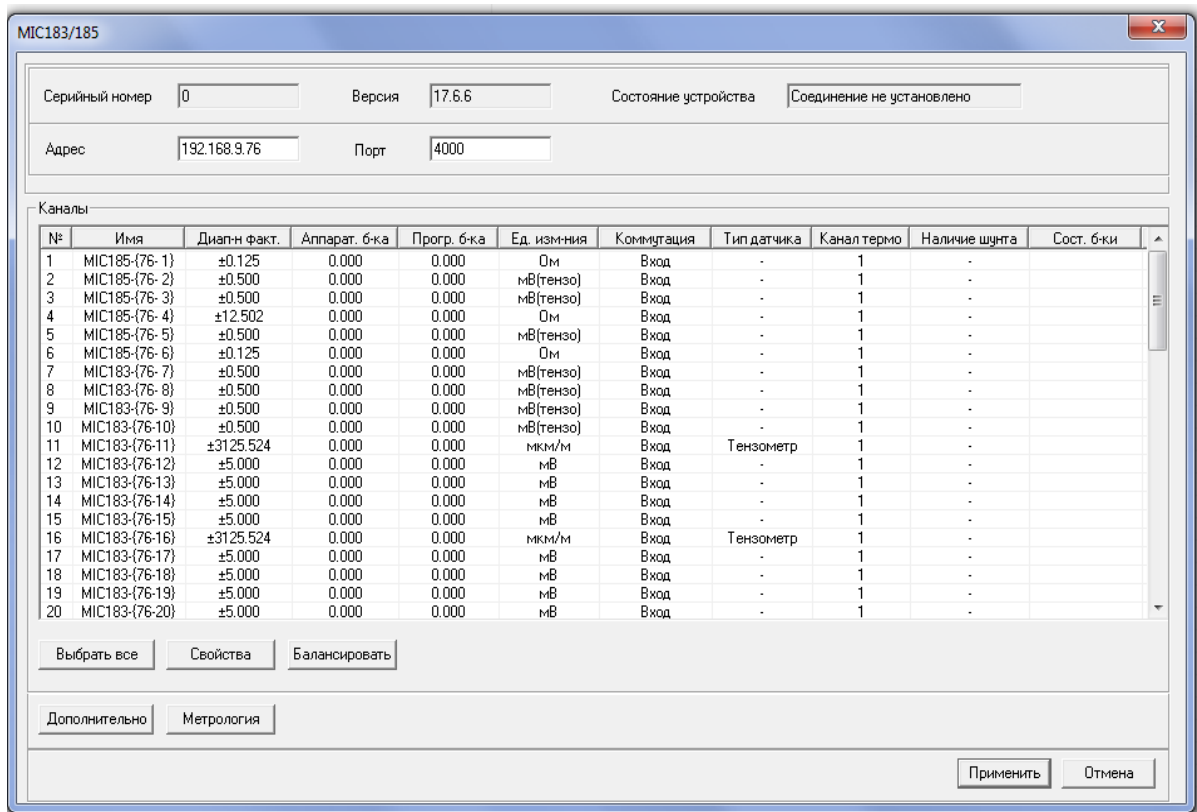
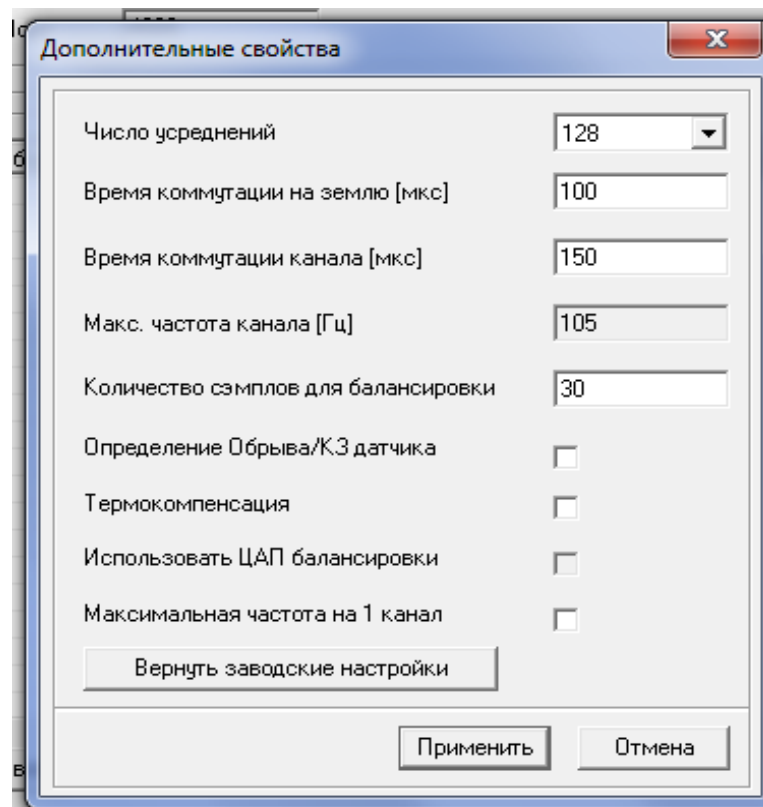

Рисунок 24 - Окно со списком включенных в систему каналов и параметрами их текущих настроек
Рисунок 26 - Окно «Дополнительные свойства» настройки каналов
При нажатии кнопки  «Настройка аппаратной части» в окнах, указанных на рисунках 22 и 23, открывается окно со списком включенных в систему каналов и параметрами их текущих настроек (См. рисунок 24). После выбора одного, группы или всех измерительных каналов системы можно нажатием кнопки «Свойства» открыть окно «Свойства каналов А ... Б» и произвести их настройки.
В окне «Дополнительные свойства» (См. рисунок 26), которое открывается нажатием кнопки «Дополнительно» в окне «МІС-183/185» (См. рисунок 24) отображаются настройки коммутаторов и АЦП модуля МІ-183.
**Примечание:** При необходимости вернуть заводские настройки следует нажать соответствующую кнопку (См. рисунок 26).
- нажатием кнопки «Балансировать» в окне списка выбранных каналов (См. рисунок 24).
Во время балансировки будет выведено окно «Балансировка», показанное на рисунке 27, в котором будет отображаться ход процесса. Величины напряжений смещения, полученные в результате балансировки каналов, будут отображены в поле значение балансировки (в мВ) при открытии окна «Свойства каналов», пример которого показан на рисунке 25 и в соответствующей колонке списка выбранных каналов (См. рисунок 24).